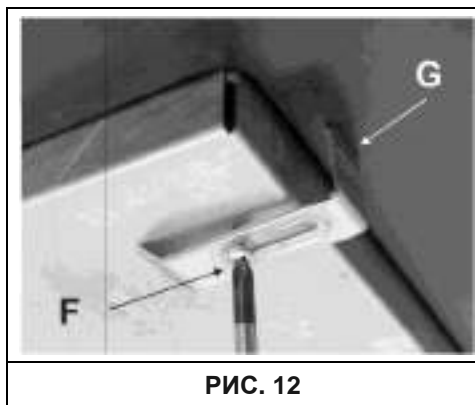

РИС. 12
- Установить варочную панель в отверстие, прорезанное в мебели, и закрепить ее винтами «F» при помощи крепежных крюков «G» (см. рис. 12).